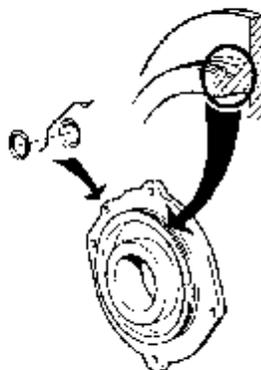

Abb. 30 Dichtung Kurbelgehäuse – Lagerdeckel, MD1B, MD2B
**MD1B, MD2B:** Das vordere Lagergehäuse säubern und neue Dichtringe in der Nut des Lagergehäuses einbauen (siehe Abb. 30). Die Ringe einölen, so daß diese nicht beschädigt werden. Lagergehäuse anschrauben.